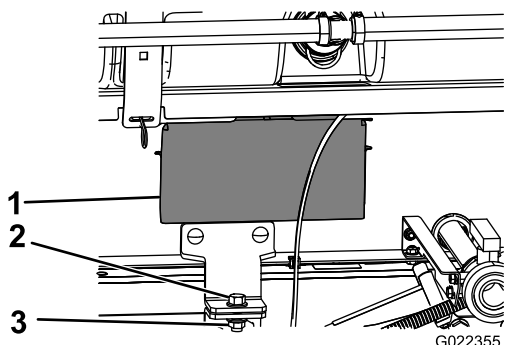

Figura 36
5. Retire los paneles de acceso a ambos lados del bastidor del patín (Figura 36).
8. Sujete el soporte de sujeción del conjunto del patín al soporte de la plataforma del bastidor en cada lado de la máquina con un perno ($\frac{1}{2}$ " x $1\frac{1}{2}$ ") y una contratuerca ($\frac{1}{2}$ ") como se muestra en Figura 36.